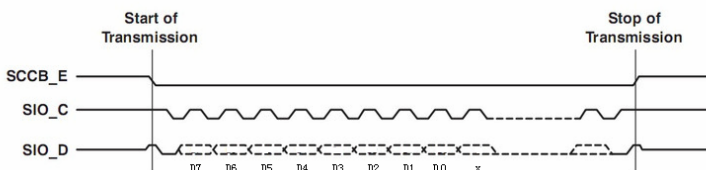

图 14-2 SCCB 协议时序图
SCCB 是简化的 I2C 协议，专门为摄像传感器设计的通信总线，其中 SIO-I 是串行时钟输入线，SIO-O 是串行双向数据线，分别相当于 I2C 协议的 SCL 和 SDA，如图 14-2 所示。
(1) 从设备地址 (ID Address, 8bit)，分为读地址和写地址，高 7 位用于选中芯片，第 0 位是读/写控制位 (R/W)，决定是对该芯片进行读或写操作。
(2) 内部寄存器单元地址 (Sub\_Address, 8bit) 用于决定对内部的哪个寄存器单元进行操作，通常还支持地址单元连续的多字节顺序读/写操作。SCCB 控制总线功能的实现完全是依靠 SIO\_C、SIO\_D 两条总线上电平的状态及两者之间的相互配合实现的。SCCB 总线传输的启动和停止条件如图 14-2 所示：采用简单的三相 (Phase) 写数据的方式，即在写寄存器的过程中先发送 OV7649 的 ID 地址 (ID Address)，然后发送写数据的目的寄存器地址 (Sub\_address)，最后发送要写入的数据 (Write Data)。如果给连续的寄存器写数据，写完一个寄存器后，OV7649 会自动把寄存器地址加 1，程序可继续向下写，而不需要再次输入 ID 地址，从而三相写数据变为了两相写数据，由于本系统只需对有限个不连续寄存器进行配置，如果采用对全部寄存器都加以配置这一方法的话，会浪费很多时间和资源，所以我们只对需要更改数据的寄存器进行写数据。对于每一个需更改的寄存器，都采用三相写数据的方法。